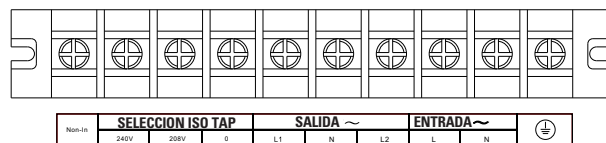

Fig. 17. Disposición física de los terminales de la regleta de bornes
- ❑ Ya bien al retirar el conector hembra del zócalo donde está insertado. Este conector lleva conectado un cable a modo de puente que cierra el circuito [ver Fig. 17-A].
- ❑ O al accionar el pulsador externo al equipo y de propiedad del usuario e instalado entre los terminales del conector [ver Fig. 17-B]. La conexión en el pulsador deberá estar en el contacto normalmente cerrado -NC-, por lo que abrirá el circuito al accionarlo.
- Fig. 17-A: En caso de un sistema paralelo deben utilizarse contactos individuales. No unir los contactos del EPO entre sí bajo ningún concepto.